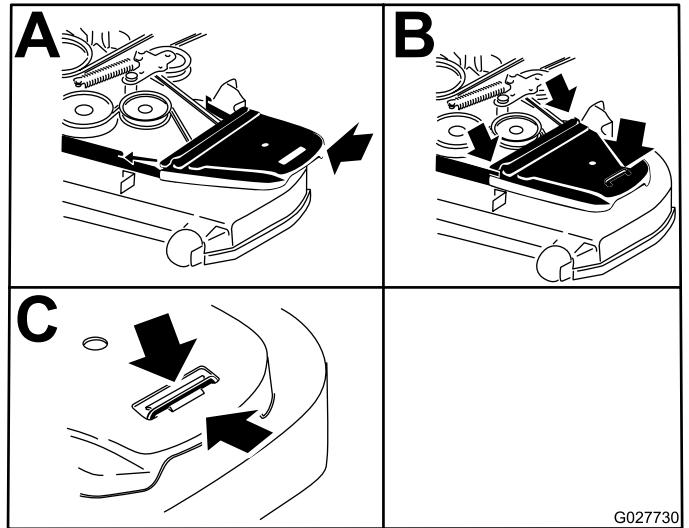

Figure 74
14. Reposez les couvercles de courroies (Figure 74).